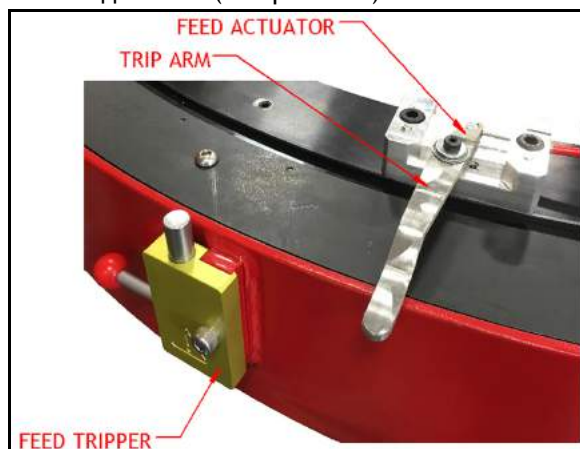

РИСУНОК 3-9. МЕСТОНАХОЖДЕНИЕ ВКЛЮЧАТЕЛЯ ПОДАЧИ
1. Установите включатели подачи согласно необходимости (см. рис. 3-9).